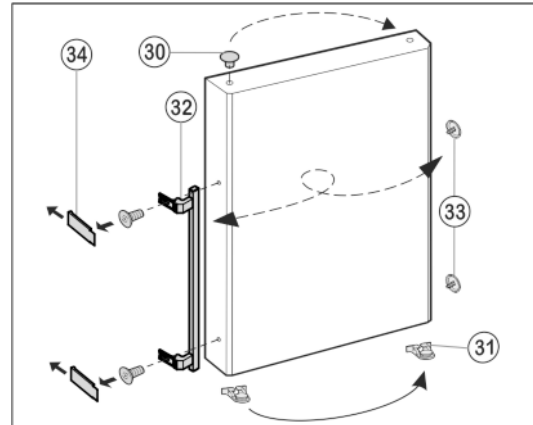

Fig. 10
- ▶ Enlever le bouchon Fig. 10 (30) du coussinet de la porte et le permuter de l'autre côté.
- ▶ Démontez la poignée de porte Fig. 10 (32), les bouchons Fig. 10 (33) et les plaques d'appui* Fig. 10 (34) et les permuter sur le côté opposé.